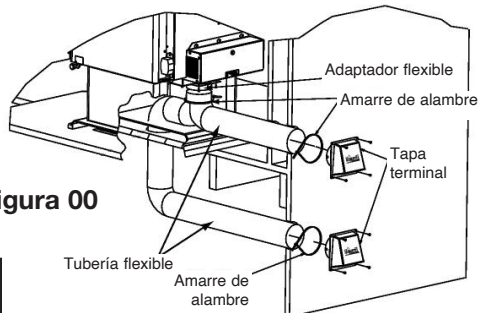

Figura 00
3. Usando un destornillador de estrella # 2 y una abrazadera para tubo, asegure la tubería flexible al adaptador de flexión en la estufa. Figura 00.